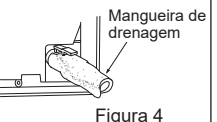

Figura 4
- 5) Insira a mangueira de drenagem completamente no reservatório de drenagem existente na parte posterior direita da unidade interior. (Figura 4)